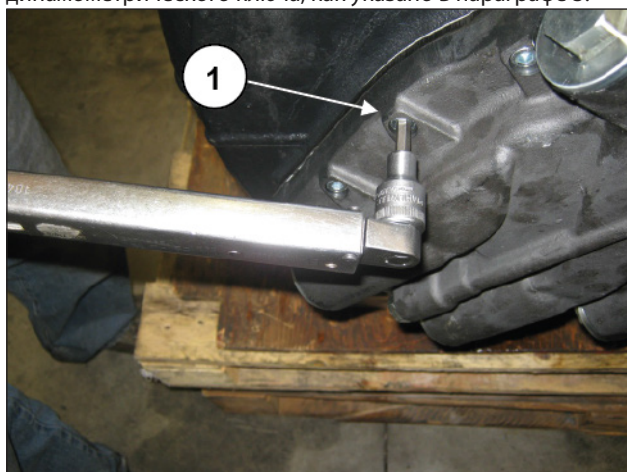

Рис. 128
Закрепите корпус масляного насоса с помощью винтов М8 (поз. ①, Рис. 128) и откалибруйте винты с помощью динамометрического ключа, как указано в параграфе 3.